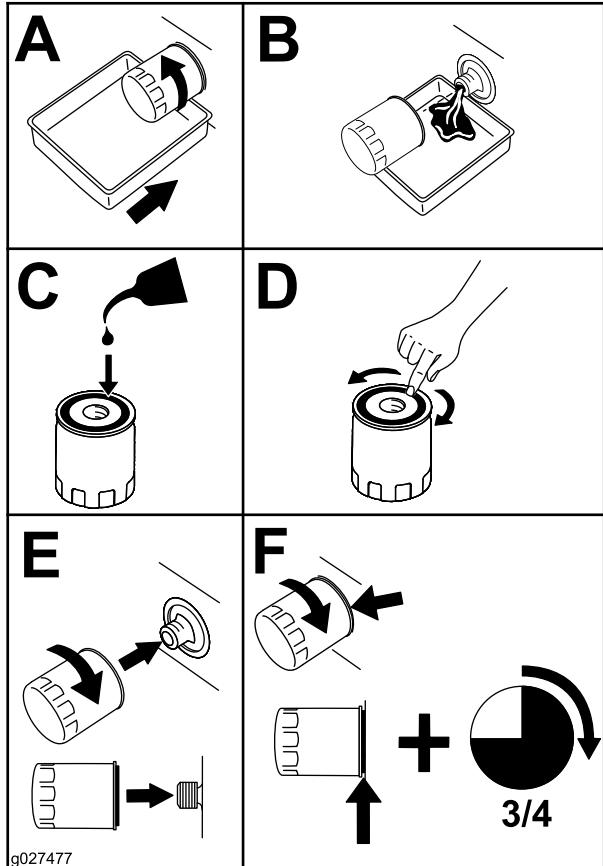

Figura 51
- Sustituya el filtro de aceite del motor (Figura 51).